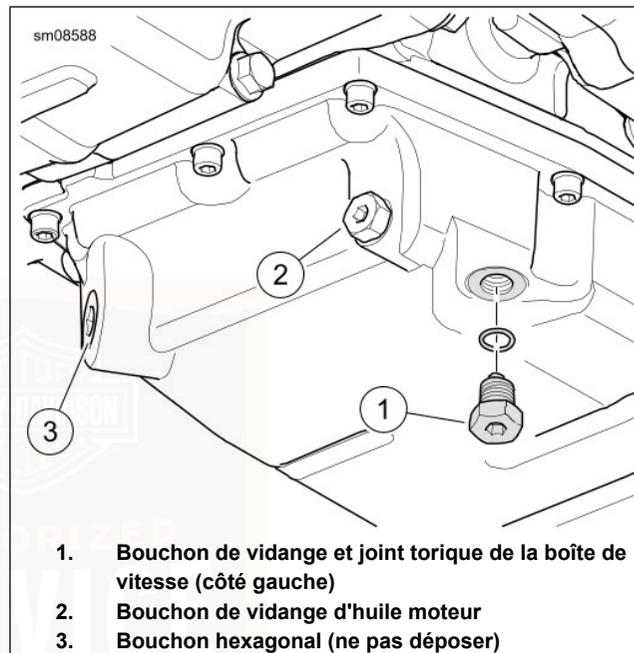

Figure 67. Vidange de la boîte de vitesse
2. Voir Figure 67. Enlever le bouchon de vidange de la transmission. Vidanger la transmission.